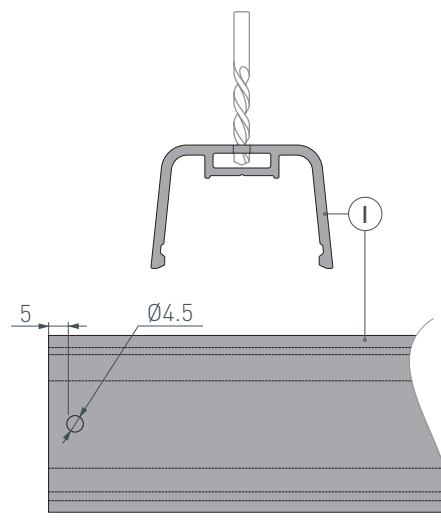

Рис. 1. Подготовка отверстий для установки заглушки Ⓜ. Вид сверху
- 1** / На расстоянии 5 мм от края профиля просверлите отверстия $\varnothing 4.5$ в профиле Ⓘ для последующей установки заглушки Ⓜ, как показано на рис. 1.